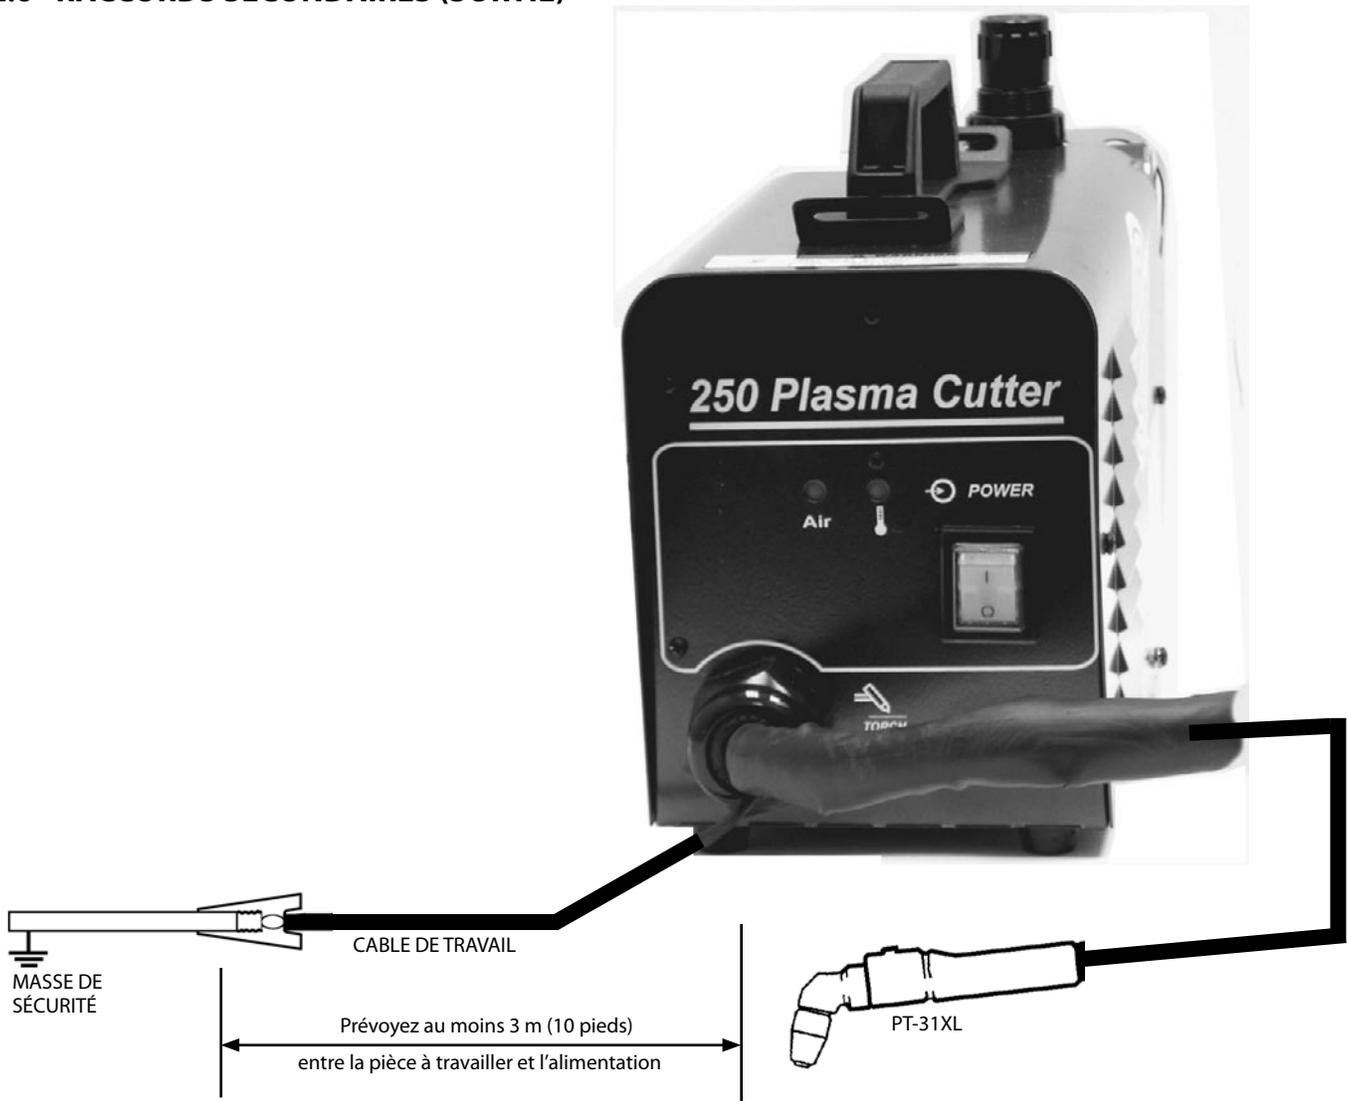

Figure 2-3 Diagramme d'interconnexion secondaire du Prest-O-Lite® 250
1. Attachez par serrage le câble de masse à la pièce à travailler. Assurez-vous que la pièce est mise à une terre approuvée par le biais d'un câble de masse de taille correcte. Voir les figures 2-3, 2-4 et 2-5.